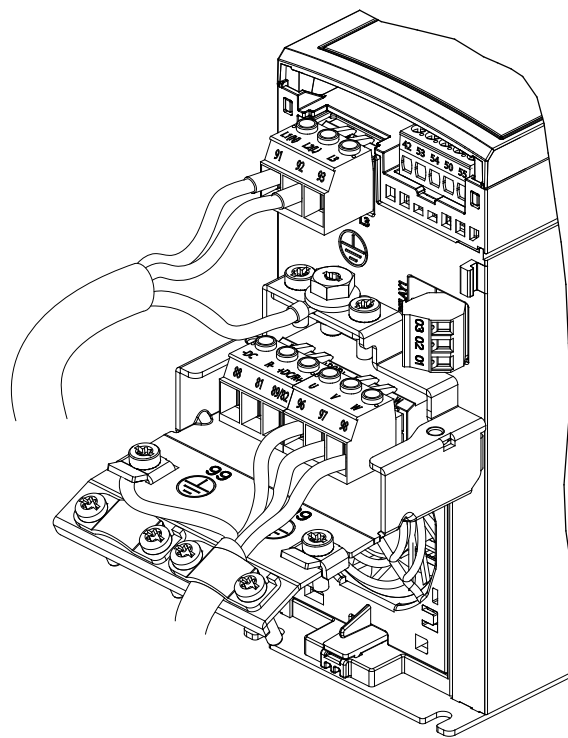
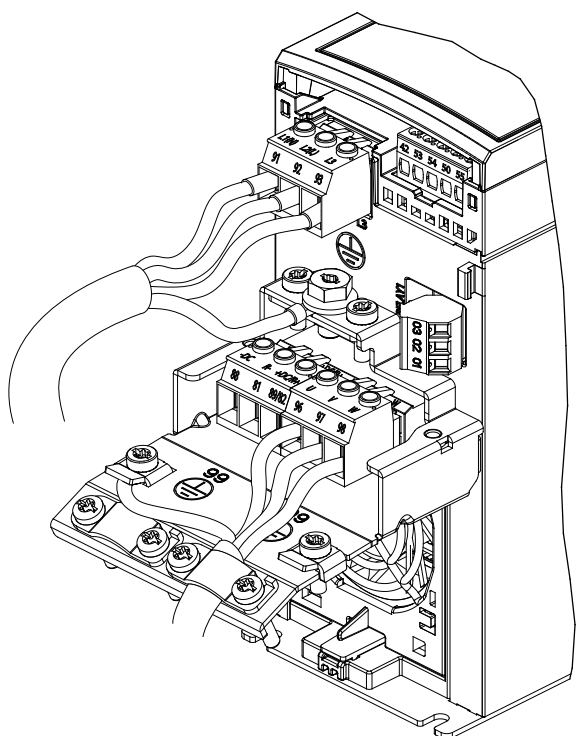

图 4.6 单相设备的主电源、电机和接地
图 4.7 3 相设备的主电源、电机和接地
单相和 3 相变频器的主电源、电动机以及接地分别如 图 4.6 和 图 4.7 所示。实际配置可能随设备类型和选配设备的不同而存在差异。
1. 将交流输入电源电缆连接到单相设备的端子 N 和 L (请参阅 图 4.6)，或连接到 3 相设备的端子 L1、L2 和 L3 (请参阅图 4.7)。